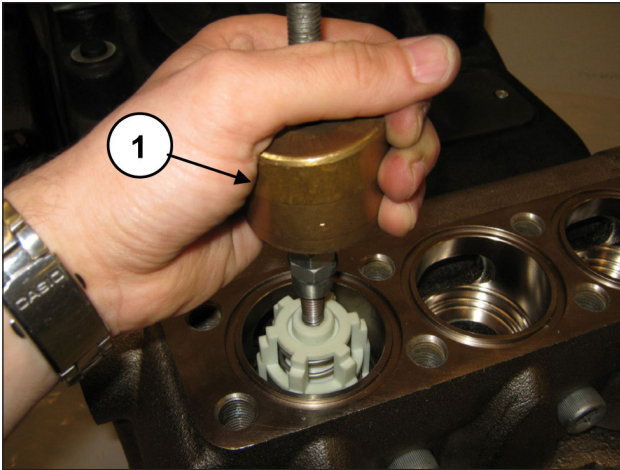

Abb. 141
Entfernen Sie die Druckventilgruppe mithilfe eines Abziehers mit Schlagwerk (Art. 27516400) an der Bohrung M10 der Ventilführung (Pos. ①, Abb. 141) oder, zusätzlich, eines eventuellen Adapters M10-M16 (Art. 25089700) am Gewinde M16 der Ventilführung.